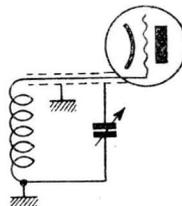

FIG. 3. — Une connexion blindée représente une capacité placée en parallèle sur le condensateur d'accord.
3. Capacités parasites du câblage. — Nous voyons que ni les condensateurs variables, ni les lampes ne nous permettent de réduire sensiblement les capacités parasites. Il nous reste donc le câblage où une disposition rationnelle et un peu de bon sens nous permettront certainement de gagner quelques 5-10 $\mu\mu\text{F}$. Le blindage des connexions est une bonne chose. Seulement si on en abuse, cela introduit une capacité parasite tellement élevée que la gamme couverte se trouve réduite brusquement de quelques dizaines de mètres. La figure 3